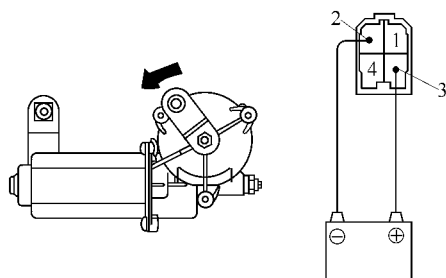

图 18-104 负极导线连接到端子 2 上
4) 检查后电动机运转状态。将正极 (+) 导线从蓄电池连接到端子 3，负极 (-) 导线连接到端子 2，如图 18-104 所示。检查电动机是否运转。